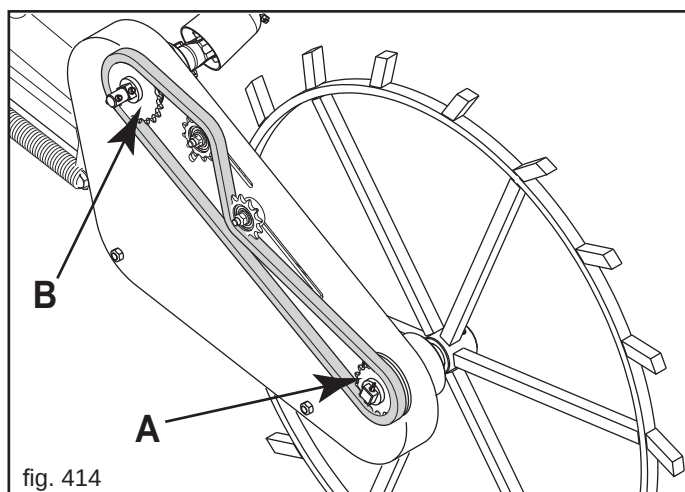

fig. 414
- Die korrekte Funktion des Dosiersystems haengt grundsätzlich von den im Antriebskasten des Spornrades eingesetzten Kettenraedern (siehe Tabelle 5 «A-B», Abb. 414) entsprechend der Arbeitsbreite der Drille ab!